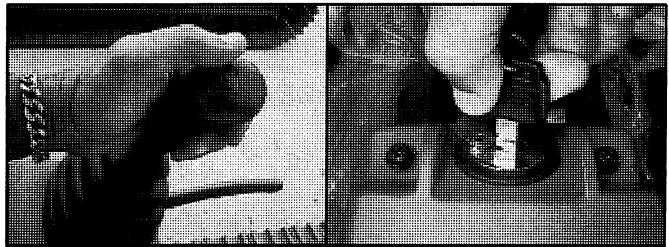

FIG. 6C
- C.** Beep the horn to warn any personal around the machine that it is being started and turn the ignition key to start the engine, see Fig. 6C. (Haga sonar la bocina para alertar al personal que se encuentra cerca de la máquina que la misma va a ponerse en funcionamiento y gire el interruptor de encendido para darle arranque, ver Fig. 6C. Deje el acelerador en relanti)